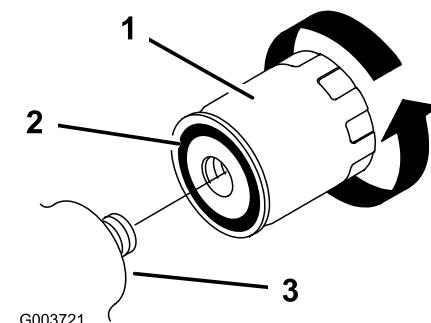

図 38
6. 新しいフィルタのゴム製ガスケットにきれいな油圧オイルを薄く塗る（図 38）。
7. アダプタに新しいフィルタを取り付ける（図 38）。ゴム製ガスケットがアダプタに当たるまで手でねじ込み、そこから更に 1/2 回転増し締めする。